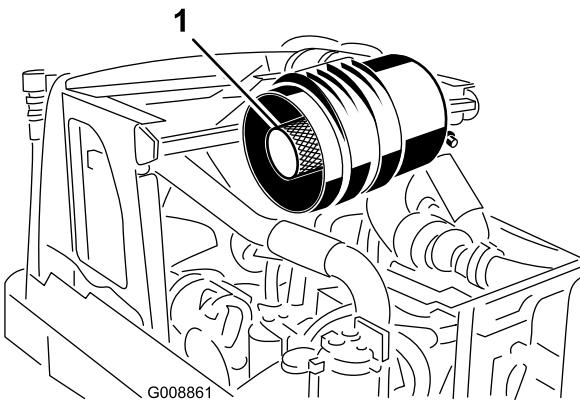

Figure 82
- Important:** Ne nettoyez pas l'élément de sécurité usagé (Figure 82). Remplacez l'élément de sécurité par un neuf tous les 3 entretiens du préfiltre, ou lorsque le témoin de contrôle du filtre à air apparaît sur l'écran. Si vous ne le remplacez pas, ne déposez pas l'élément de sécurité.